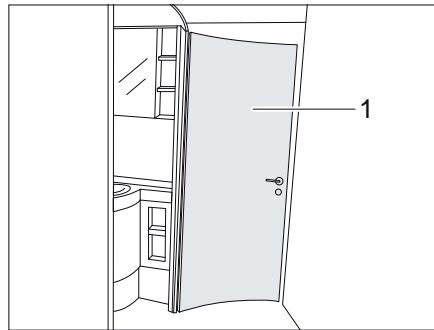

Fig. 147 Espace de bain
Selon l'équipement, la porte de l'espace toilette (Fig. 147,1) peut être bloquée dans 1 à 3 largeurs d'ouverture différentes pour former un espace de bain. Selon la largeur d'ouverture sélectionnée, différentes parties de local sont reliées ensemble.
- ▷ La porte de l'espace toilette (Fig. 147,1) ne peut pas être utilisée comme paroi de séparation pendant le trajet. Amener la porte en position de base (espace toilette isolé).